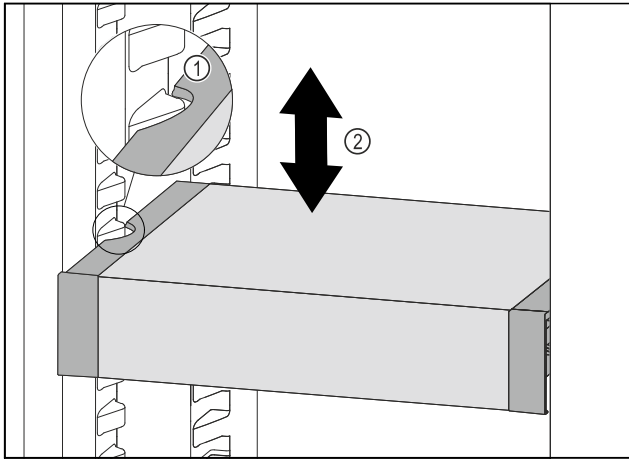

Fig. 100
- ▶ Tire del VarioSafe hacia delante hasta que los huecos laterales del VarioSafe se encuentren a la altura de la nervadura del recipiente en el compartimento del frigorífico. Fig. 100 (1)
- ▶ Mueva el VarioSafe hacia arriba o hacia abajo en el compartimento del frigorífico hasta alcanzar la altura deseada. Fig. 100 (2)